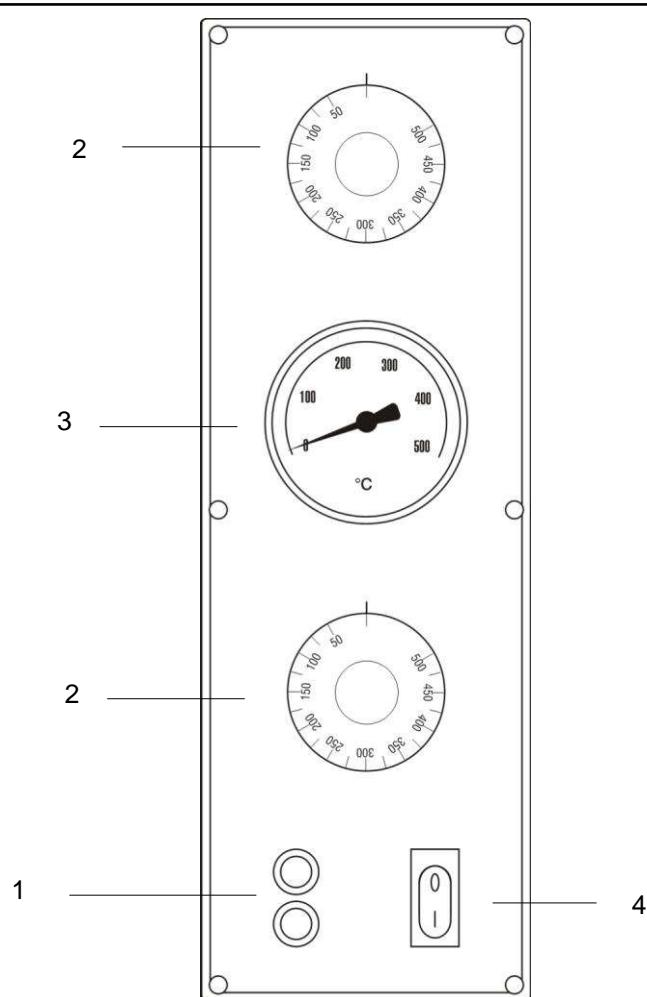

РИС. 7 (Панель управления)
Панель управления находится на лицевой стороне печи и имеет отличия в зависимости от модели, как показано на РИС. 7.
### ОБОЗНАЧЕНИЯ РИС. 7
- 3) Активируйте резисторы, установив терморегуляторы (**РИС. 7- поз. 2**) на температуру **150 °C**, которая указана на ручке. Загораются соответствующие зеленые сигнальные лампочки, свидетельствующие о работе используемых резисторов;
- 5) Отключите резисторы, установив терморегуляторы (**РИС. 7 – поз. 2**) в пол. «0». Соответствующие зеленые сигнальные лампочки погаснут;
- 7) Снова закройте дверцу и повторите операцию, описанную в подпункте 3), установив терморегуляторы (**РИС. 7 – поз. 2**) на температуру **400 °C**, которая указана на ручке.
- 9) Отключите резисторы, установив терморегуляторы (**РИС. 7 – поз. 2**) в пол. «0»; Зеленые сигнальные лампочки погаснут;
- 3) Активируйте резисторы, установив терморегуляторы (**РИС. 7- поз. 2**) на желаемую температуру, которая указана на ручке. Загораются соответствующие зеленые сигнальные лампочки, свидетельствующие о работе используемых резисторов;
- 4) Как только печь достигнет желаемой температуры (см. подпункт 9) этого пункта), которая отображается на термометре (**РИС. 7- поз. 4**), можно поместить пиццу в печь для выпекания;
- 6) Чтобы включить освещение во внутренней части пекарной камеры, нажмите выключатель лампы печи (**РИС. 7 – поз. 5**);
- 1) Выключите печь, установив терморегуляторы (**РИС. 7 – поз. 2**) и выключатель резистора (**РИС. 7 – поз. 3**) в пол. «0»;